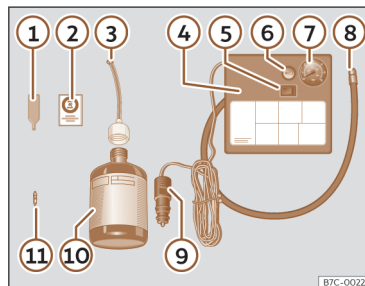

Fig. 239 Representação standard: conteúdo do kit antifuros.
O kit antifuros está localizado na bagageira, por baixo do revestimento do piso. Inclui os seguintes componentes >>> **Fig. 239:**
- Desenrosque a proteção e o obus da válvula do pneu. Utilize o aparelho >>> Fig. 239 ① para retirar o obus. Coloque-o numa superfície limpa.
- Agite com força a garrafa de vedante de pneus >>> Fig. 239 ⑩.
- Enrosque o tubo de enchimento >>> Fig. 239 ③ na garrafa de vedante. O selo da garrafa partir-se-á automaticamente.
- Remova o tampão do tubo de enchimento >>> Fig. 239 ③ e enrosque a extremidade aberta do tubo na válvula do pneu.
- Volte a colocar o obus com o aparelho >>> Fig. 239 ① na válvula do pneu.
- Enrosque o tubo de enchimento do pneu do compressor >>> Fig. 239 ⑧ na válvula do pneu.
- Verifique se o parafuso de evacuação de ar está fechado >>> Fig. 239 ⑥.
- Ligue o conector >>> Fig. 239 ⑨ a uma tomada de corrente de 12 volts do veículo >>> Página 246.
- Ligue o compressor de ar com o interruptor ON/OFF >>> Fig. 239 ⑤.
- Cole o autocolante >>> Fig. 239 ② no painel de instrumentos, dentro do campo visual do condutor.
>>> Fig. 239  e verifique a pressão no manómetro .